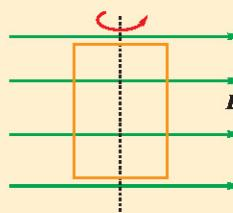

图 2-1-9
1. 如图 2-1-9 所示, 一线圈在匀强磁场中匀速转动, 经过图示位置时() .